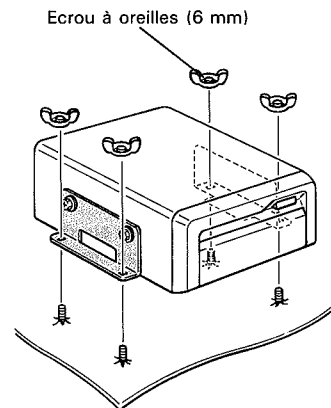

Fig. 6
5. Ajuster le lecteur sur les vis de montage et fixer l'ensemble avec des écrous à oreilles, en les serrant fermement. (Fig. 6)